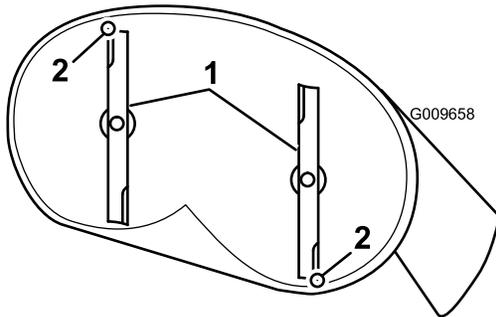
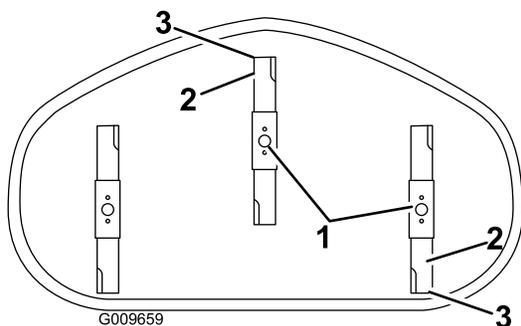

Figura 63
Figura 64
4. Gire cuidadosamente las cuchillas colocándolas en el sentido de avance de la máquina (Figura 63 y Figura 64).
5. Mida entre la punta de la cuchilla delantera y la superficie plana, y entre la punta de la cuchilla trasera y la superficie plana (Figura 63 y Figura 64).
9. Después de realizar el ajuste, compruebe de nuevo la inclinación longitudinal, y siga ajustando la tuerca hasta que la punta de la cuchilla delantera esté entre 1.6 y 7.9 mm (1/16" a 5/16") más baja que la punta de la cuchilla trasera (Figura 63 y Figura 64).